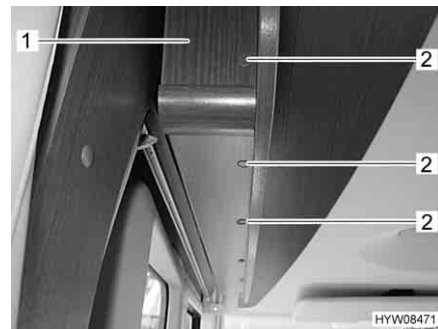

Fig. 84 Diaframma sul letto basculante
- Togliere tutti i coperchi di copertura (Fig. 84,2).
- Svitare tutte le viti (a intaglio) che si trovano sotto i coperchi di copertura e rimuovere il diaframma (Fig. 84,1).